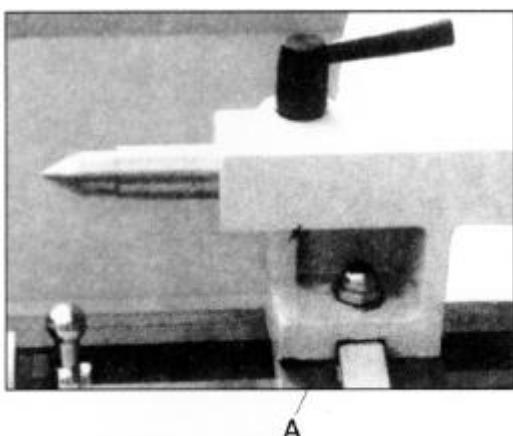

Рис. 9 Регулирование суппорта задней бабки
Для изменения положения или замены задней бабки необходимо ослабить гайку, как показано на рис. 9 (A).